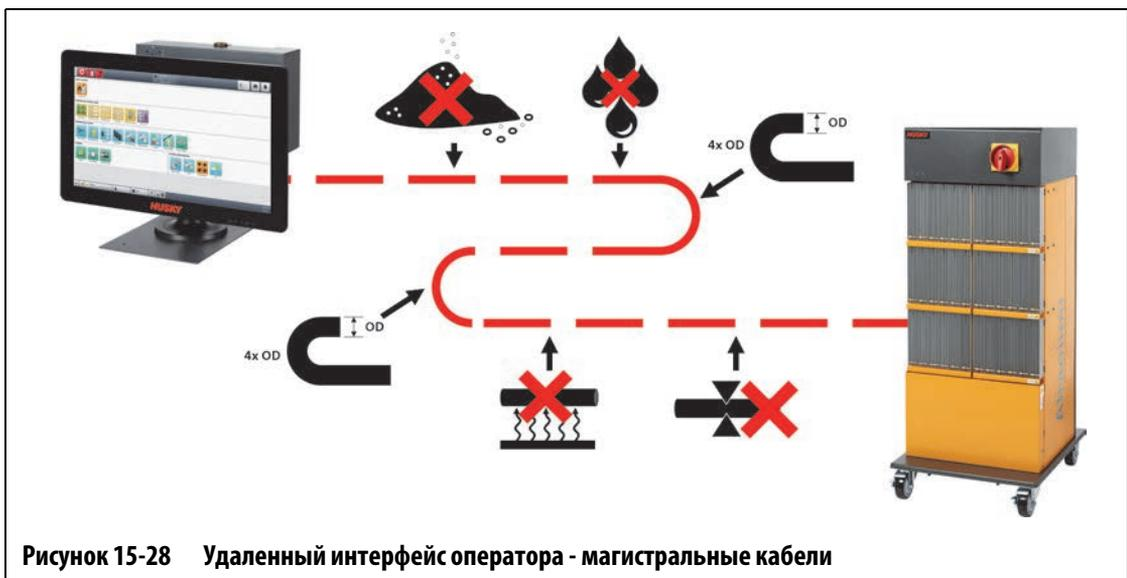

Рисунок 15-28 Удаленный интерфейс оператора - магистральные кабели
7. Проложите кабели связи и питания длиной 7,6 м (25 футов) от базового блока контроллера до места расположения интерфейса оператора. См. Рисунок 15-28.